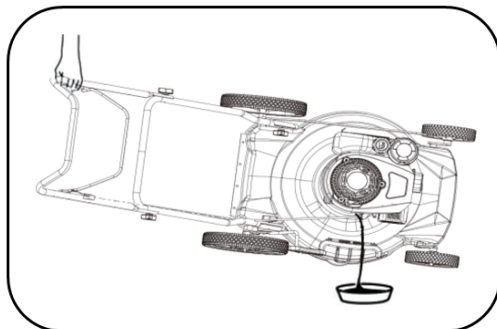

Рис. 15
4. Наклоните газонокосилку на бок и слейте отработанное масло из картера двигателя через маслоналивную горловину в заранее подготовленную емкость (рис. 15).